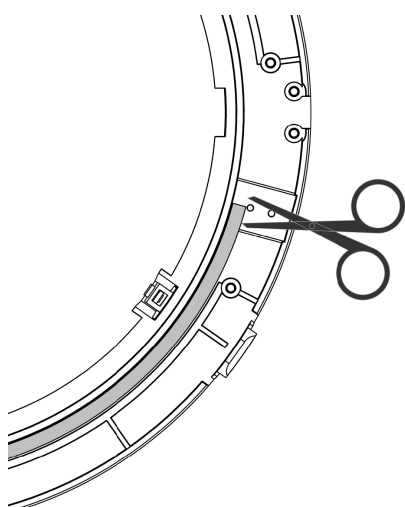
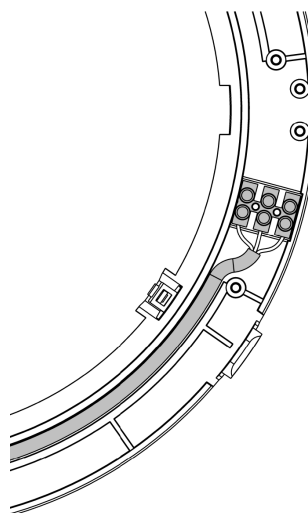

Figure 33 - Raccourcissez le câble interne.
Figure 34 - Raccordez le câble interne à la borne 2.
4. Raccourcissez le câble interne pour l'adapter au nouvel emplacement de la borne 2 et raccordez-le (voir Figure 33 et Figure 34 ci-dessous).